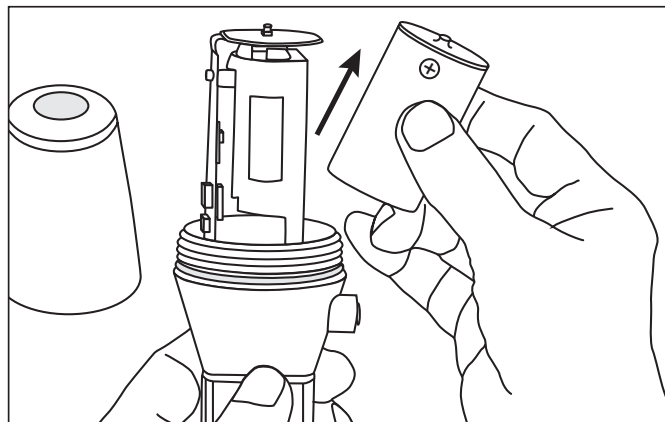

Abbildung 5
5. Die Ersatzbatterie mit der Plusseite nach oben einlegen (siehe Abbildung 5). Nur durch eine Chesterton-Batterie, Bestellnummer 403683, ersetzen.